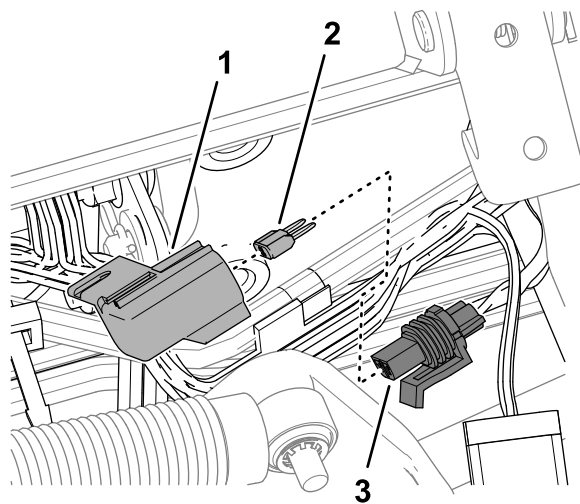

図 135
3. 10 A FUSE TELEMATIC PWR というラベルのついたインラインヒューズホルダーのキャップを外す 図 135。